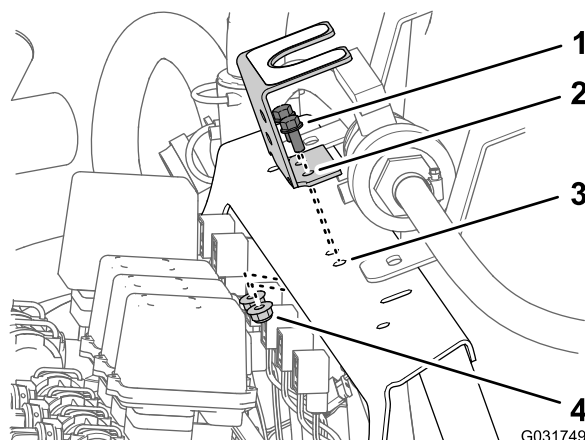

图 38
4. 拧下将球阀安装支架固定至歧管安装架的 2 个凸缘头螺栓5/16 x 3/4 英寸和 2 个凸缘锁紧螺母3/8 英寸然后将支架与安装架分开图 38。